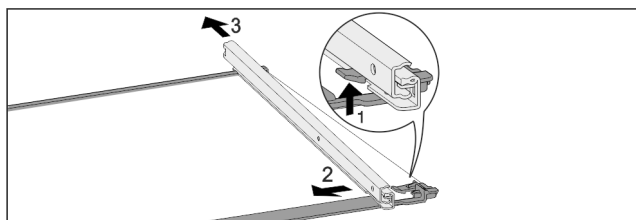

Fig. 40 Skleněná deska s kolejničkami
- ▶ Přední aretační háček zatlačte nahoru. Fig. 40 (1)
- ▶ Výsuvnou kolejničku vysuňte stranou Fig. 40 (2) a dozadu Fig. 40 (3).